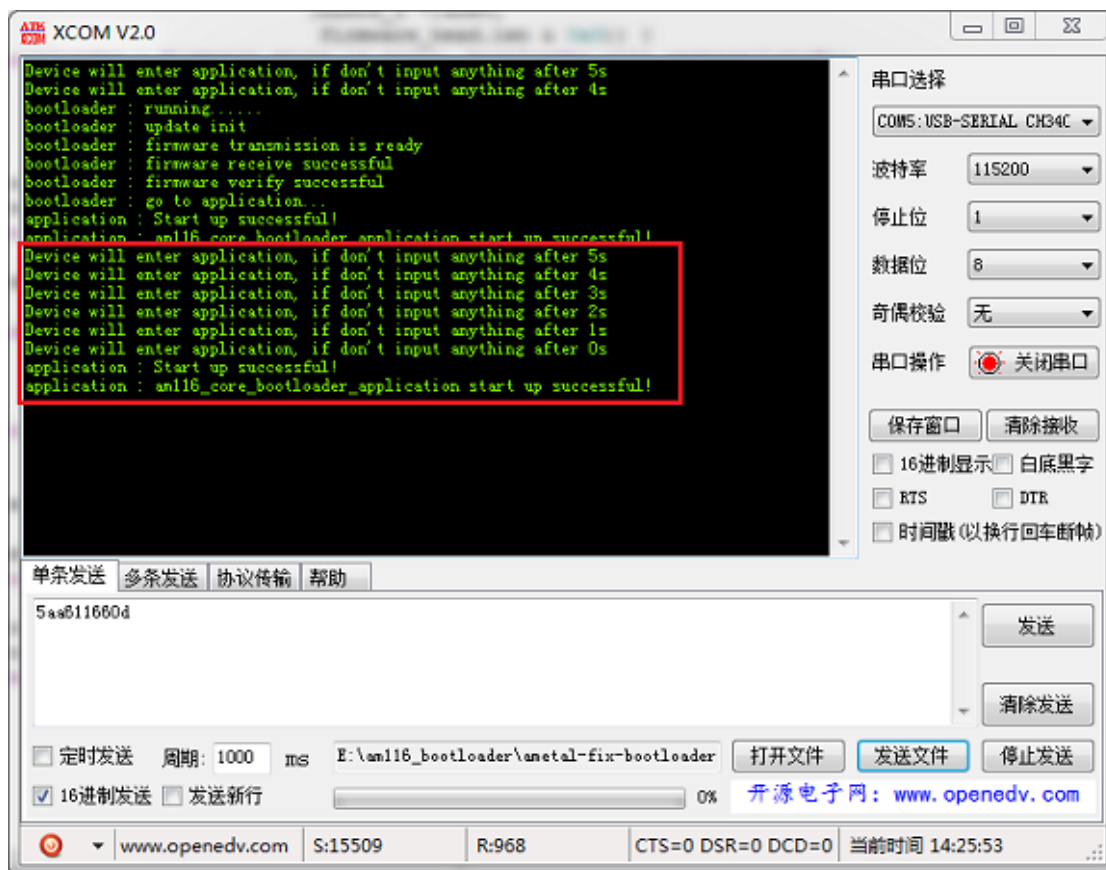

图 20: 复位再运行
6、复位再运行。观察串口助手和开发板可以看见启动延时后，直接跳转至应用代码开始执行，如 图 20 所示